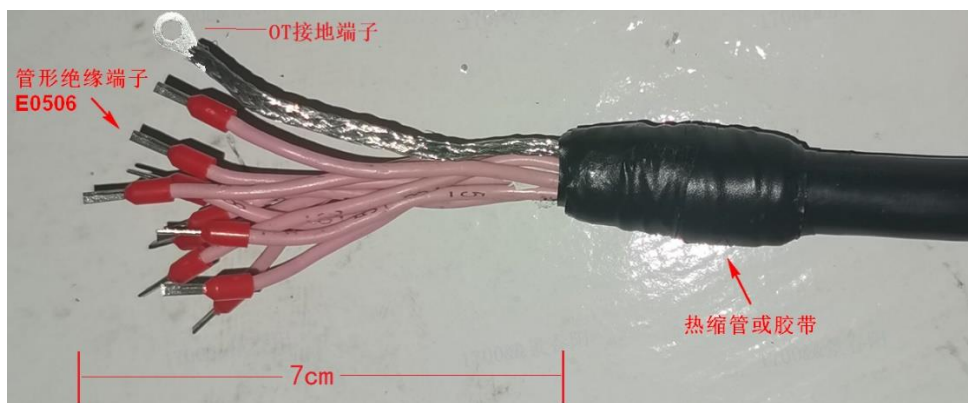
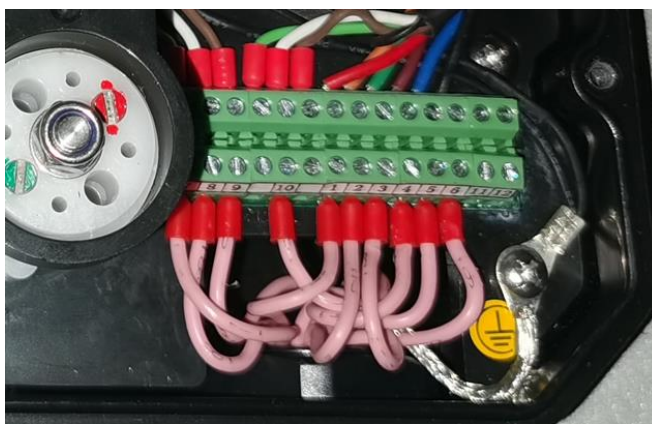

图 5-3
图 5-4
- 3) 传感器自带的OT接线端子装到导线的屏蔽线上，与传感器的OT端子压到一起，如图 5-3图 5-4所示。